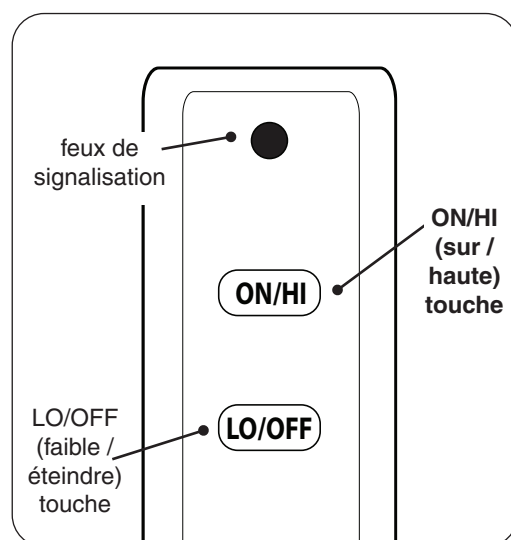

Fig. 32-1 Détail télécommande
2. Localiser la télécommande et appuyez sur le touche **ON/HI** (voir Fig. 32-1). La séquence d'allumage commence.